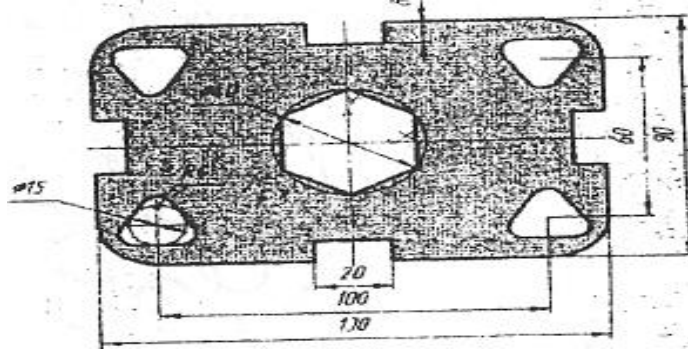

Рисунок 4
**Задание 3. Выполните самостоятельно построение пластины (см. рисунок 4).**